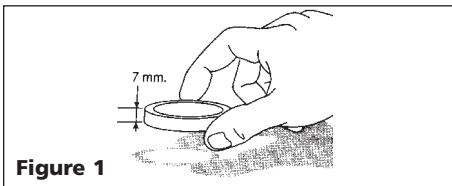

Figure 1
1. Poser la rondelle d'espacement (inclus dans le paquet de pièces) sur l'établi (Figure 1).